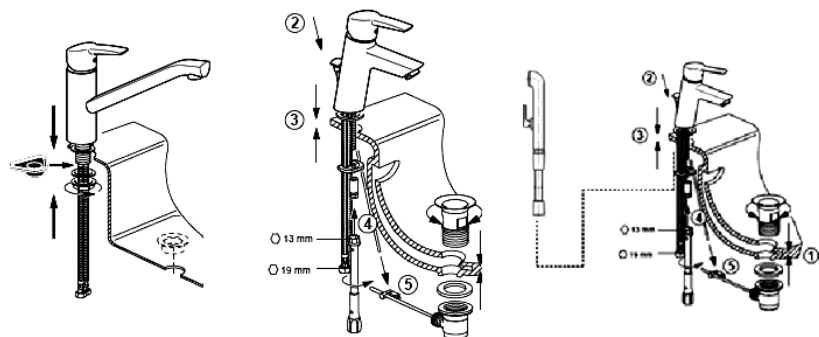

Rys.2.
3. Należy zamontować zewnętrzne części w kolejności, podanej na rysunku (rys. 2).